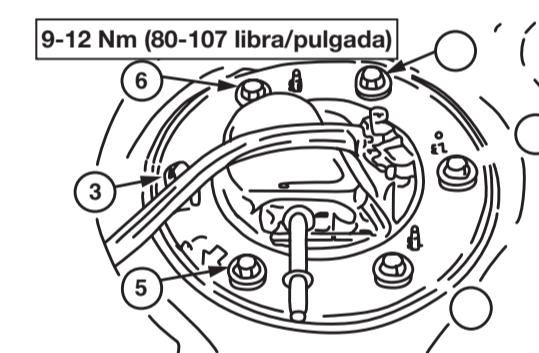

FIGURA 2
M) Instale la brida de la unidad de tanque en el tanque de combustible con el tubo de salida de combustible en la misma dirección que cuando fue removido. Apriete a mano todos los pernos, luego apírellos usando la secuencia que se muestra en la Figura 2.